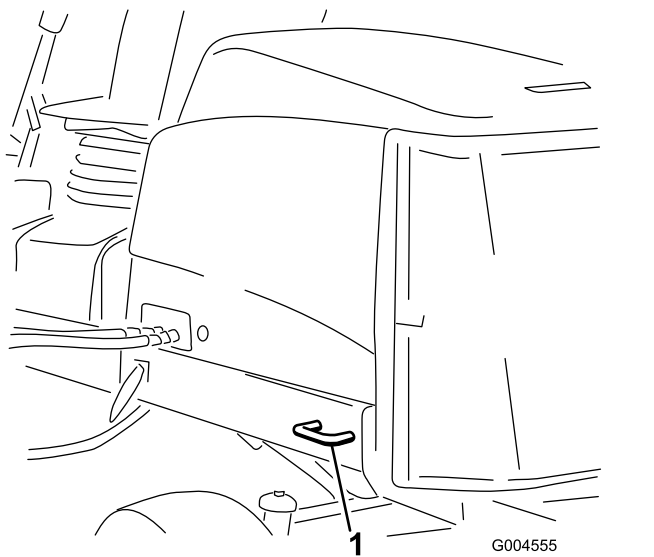

Figura 61
- În spatele mainii - fiecare parte a mainii pe cadrul din spate (Figura 61).